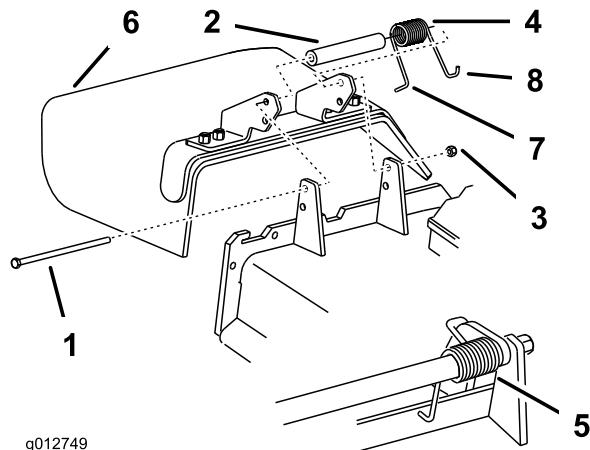

Figura 88
1. Retire la contratuerca, el perno, el muelle y el espaciador que sujetan el deflector a los soportes de pivote (Figura 88). Retire el deflector de hierba dañado o desgastado.
**Nota:** Asegúrese de colocar el extremo en **L** del muelle detrás del reborde de la plataforma antes de instalar el perno, según se muestra en la Figura 88.
3. Instale el perno y la tuerca. Coloque el extremo en **J** del muelle alrededor del deflector de hierba (Figura 88).